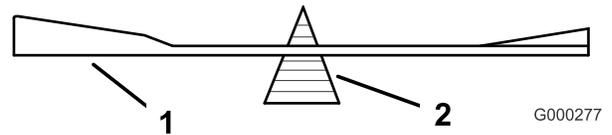
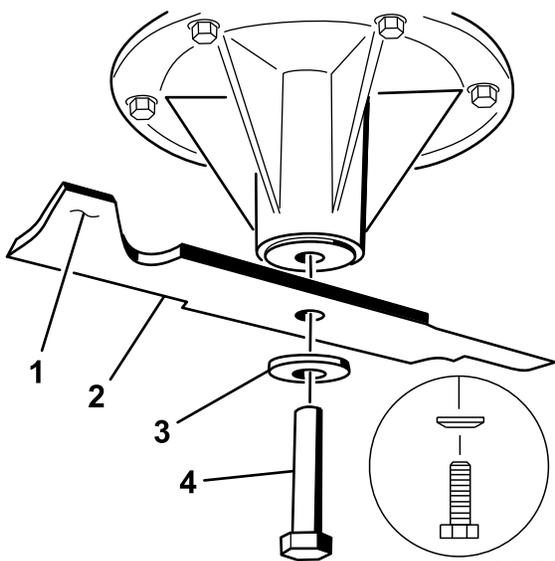

Figure 103
Figure 104
2. Vérifiez l'équilibre de la lame en la plaçant sur un équilibreur (Figure 103). Si la lame reste horizontale, elle est équilibrée et peut être utilisée. Si la lame est déséquilibrée, limez un peu l'extrémité de la partie relevée seulement (Figure 104). Répétez cette procédure jusqu'à ce que la lame soit équilibrée.
1. Placez la lame sur l'axe (Figure 104).
2. Installez la rondelle élastique et le boulon de la lame. Le côté bombé de la rondelle élastique doit être dirigé vers la tête du boulon (Figure 104). Serrez le boulon à un couple de 115 à 150 Nm (85 à 110 pi-lb).